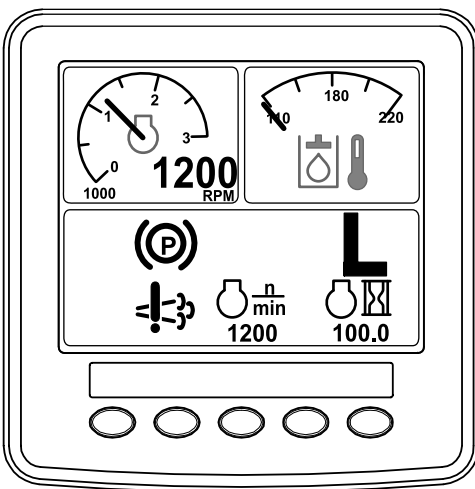

Figura 64
- O ícone da regeneração de recuperação surge no InfoCenter (Figura 64).